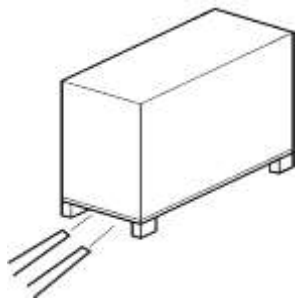

图 4-1 使用叉车进行搬运
- (1) 使用叉车进行搬运时，货叉方向如图 4-1 所示。
- (2) 货叉插入货物时，货叉必须超出货物。
- (3) 如果货物重心偏离，请确认货物不会倾倒。
- (4) 举起货物并开始搬运。